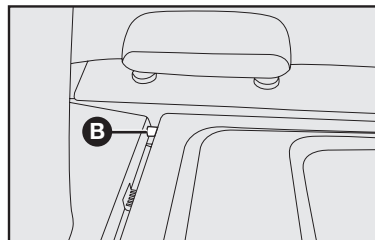

fig. 87
2) Suelte los pernos **B-fig. 87** de la repisa trasera de sus propios alojamientos y luego quítela.